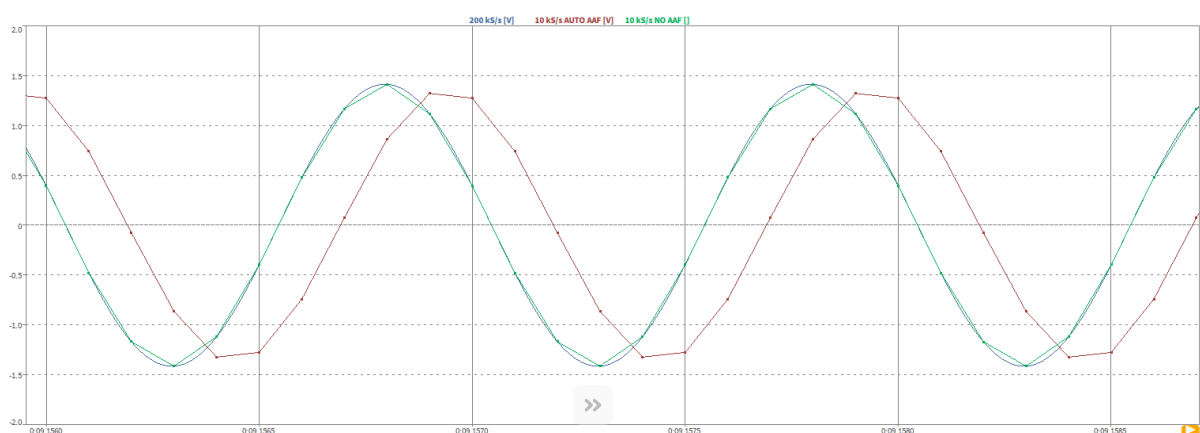

Abb. 7.39: Channel-wise sample rate reduction with example signals
Abb. 7.39 zeigt verschiedene Signale mit verschiedenen Abtastraten und Filtereinstellungen. Die einzelnen Signale haben folgende Einstellungen:
- Eine Tabelle kann auch aus einer anderen Quelle, wie z.B. Excel kopiert und durch **Strg+V** oder dem *Einfügen* Button eingefügt werden. Gleichmaßen kann die Tabelle von OXYGEN durch **Strg+C** oder dem *Kopieren* Button kopiert und in z.B. Excel eingefügt werden (siehe Abb. 7.39).